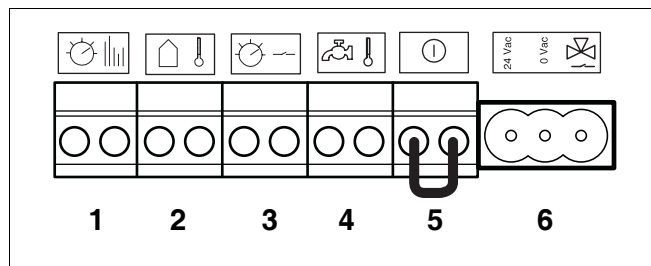

Fig. 32 Aansluitstrook laagspanningsaansluitingen
- Sluit de kamerthermostaat ModuLine 100, 200, 300, 400, of de cascaderelgelaar CM10 aan op de oranje aansluiting RC (→ fig. 32, [1], pag. 34). Maak hierbij gebruik van een tweaderige elektriciteitskabel van elk 0,4 – 0,75 mm².
- Sluit de RCC aan op de oranje stekker van de aansluitstrook van het cv-toestel (→ fig. 32, [1], pag. 34).
- Sluit de buitentemperatuursensor aan op de donkerblauwe stekker van de aansluitstrook van het cv-toestel (→ fig. 32, [2], pag. 34). Maak hierbij gebruik van een tweaderige elektriciteitskabel van 0,4 – 0,75 mm².
- Sluit een potentiaalvrije aan/uit-regeling aan op de groene stekker van de aansluitstrook van het cv-toestel (→ fig. 32, [3], pag. 34). De maximaal toelaatbare weerstand van dit circuit bedraagt 100 Ω . Maak hierbij gebruik van een tweeadelige elektriciteitskabel van 0,4 – 0,75 mm².
- Verwijder de doorverbinding op de rode stekker (→ fig. 32, [5], pag. 34).
- Sluit een extern schakelcontact aan op de rode stekker van de aansluitstrook van het cv-toestel (→ fig. 32, [5], pag. 34).
- Sluit de modules op de UBA 3-bus bij externe modulemontage aan op klem 1 (→ fig. 32, pag. 34).